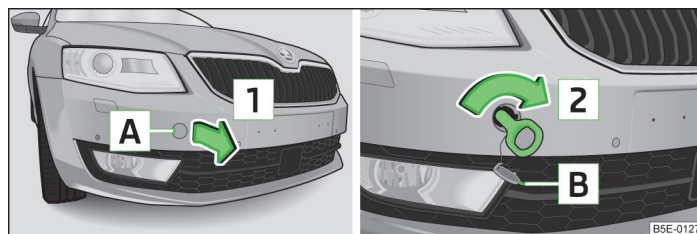

Fig. 169 Bara de protecție față: Demontarea capacului / Montarea cârligului de tractare
- Apăsați pe capacul de protecție în zona **A** » fig. 169.
- Înșurubați manual cârligul de tractare, în sensul săgeții **2** » fig. 169, până la limită.